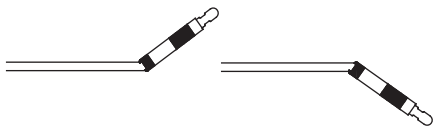

Figura 6
2. Apoi îndreptați la loc tubul de împingere; continuați să îndoiți și să îndreptați până când tubulatura tubului de împingere se deschide și elementul de detașare devine vizibil (Figura 6).